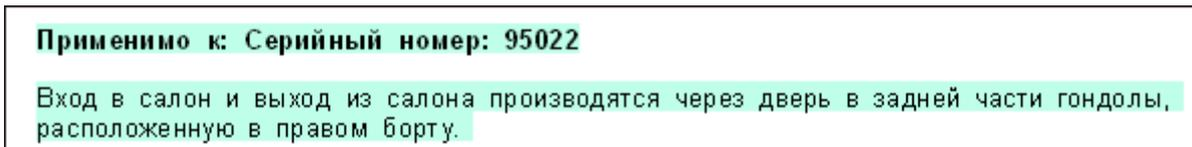

Рис. 178
2. Выберите команду **Настроить фильтр** (Рис. 178).
Выберите из выпадающего списка стиль вывода применяемости. При выборе параметра **Отображать применяемости в документе** перед данными с назначенной применяемостью появятся сведения об объектах применяемости (Рис. 178).